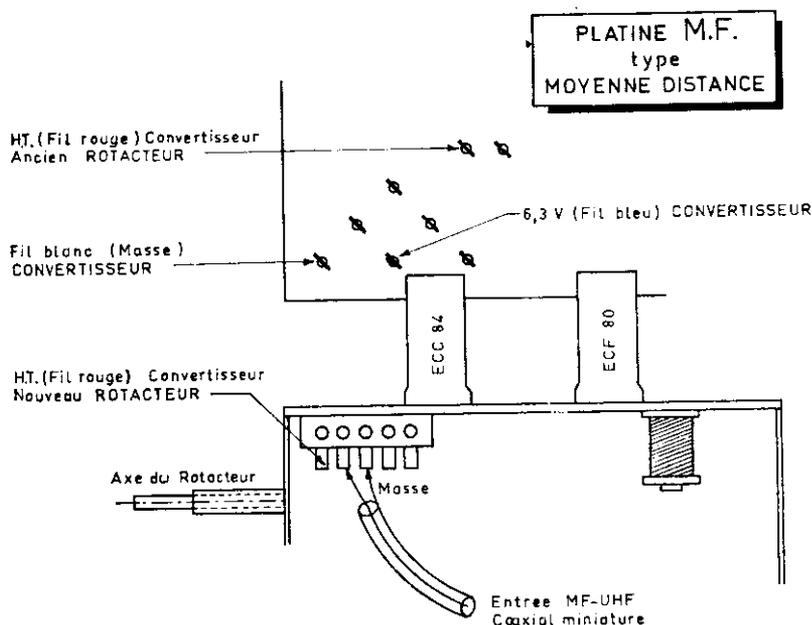

Fig. 6
- Connecter les fils : bleu (filaments), blanc (masse) et rouge (haute tension) aux cosses-relais de la platine MF (voir fig. 6).
- Connecter sans modifier ses dimensions, le coaxial miniature venant du convertisseur à l'entrée MF-UHF (voir fig. 6).